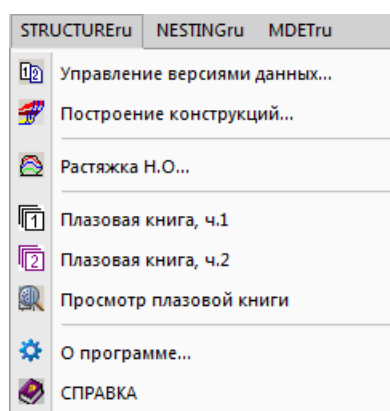

Рисунок 3. Падающее меню **STRUCTURE**
Модуль **Structure** предоставляет пользователю набор команд (функций), для запуска которых в первую очередь используется падающее меню **STRUCTURE** (рисунок 3).
Для запуска основного расчета необходимо в падающем меню **STRUCTURE** системы **N-Ship+** выбрать пункт **Построение конструкций** (см. рис. 3).
7.2. Запуск модуля в режиме построения конструкций выполняется с помощью пункта **Построение конструкций** падающего меню **STRUCTURE** (см. рис. 3) или нажатием кнопки  панели инструментов **Structure**, изображенной на рис. 4.